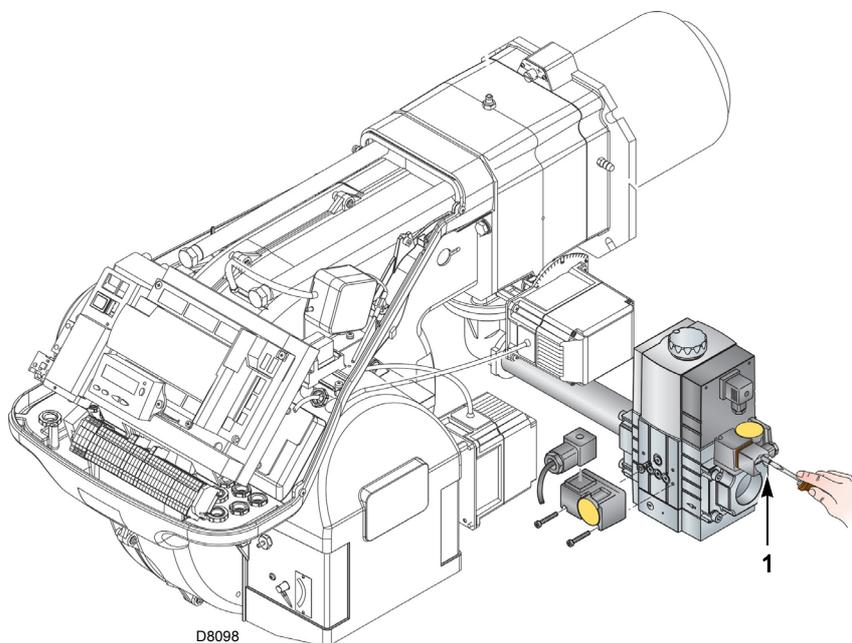

图 29
- ▶ 连接一个压力计到最小燃气压力开关的压力测试点 1)（图 29），检查燃气供应压力：必须低于燃气阀组所能允许的最大压力，见燃气阀组标牌。